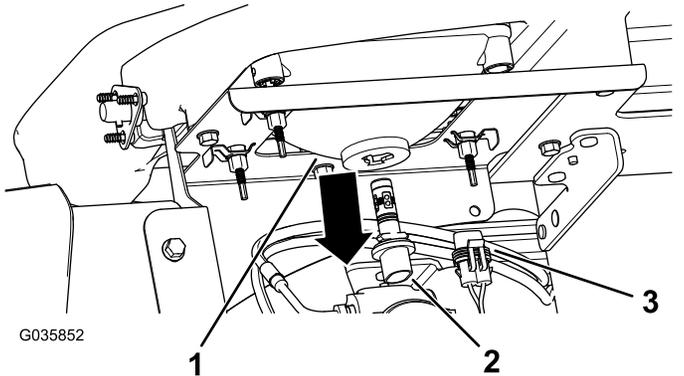

図 52
3. ヘッドライトハウジングの裏側からきているランプアセンブリ用ハーネスコネクタを外す 図 52。
4. ランプアセンブリを左に1/4回転させて後ろに引き抜いてヘッドライトハウジングから取り出す 図 52。
5. 新しいランプアセンブリとヘッドライトハウジングを入れ、ランプアセンブリについているタブをヘッドライトハウジングのスロットに合わせる 図 52。
6. ランプアセンブリを右方向に1/4回転させて取り付ける 図 52。
7. ハーネス用のコネクタを、新しいランプアセンブリのコネクタに接続する 図 52。